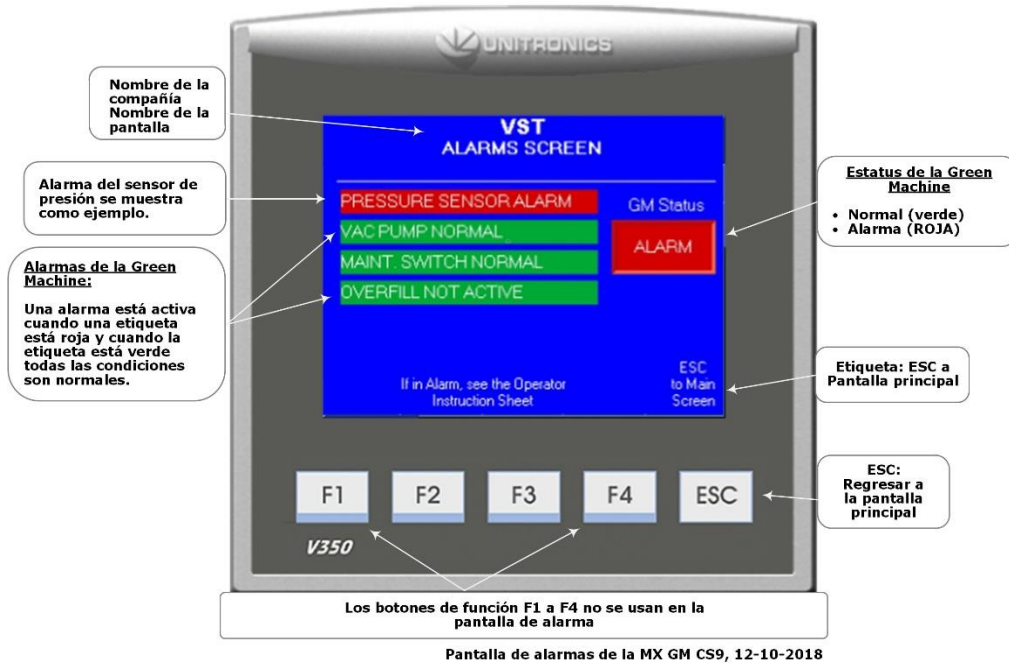

Figura 8-3: Ejemplo de la pantalla de alarmas y fallas del panel de control del VST
- Si se activa una alarma, la pantalla de alarmas mostrará la condición de alarma. **Vea la figura 8-3.**